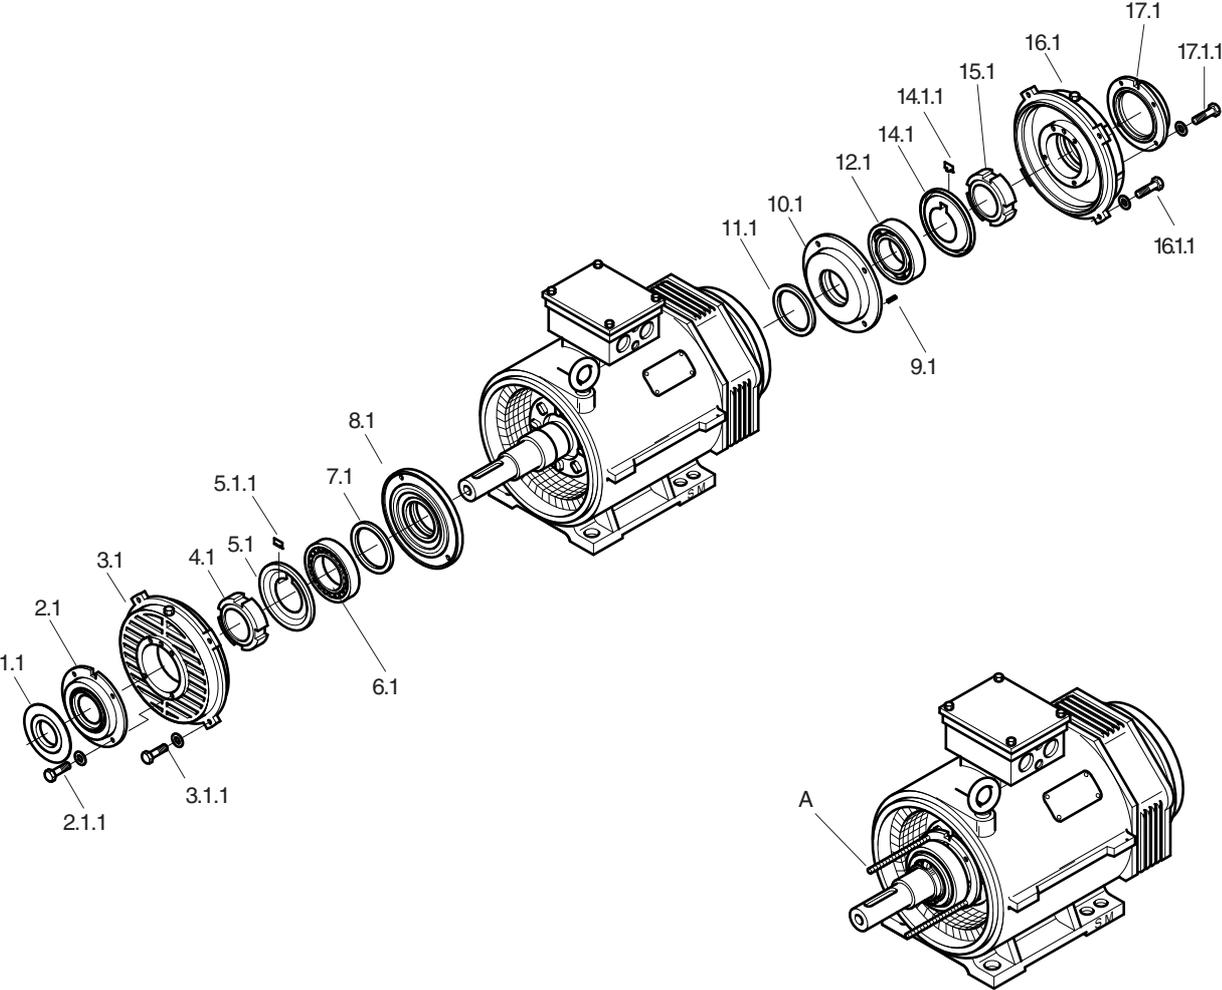

Figure 15: Changement de palier AH355+400
5.6.2 Montage des paliers à billes du côté entraînement et du côté opposé (→ Figure 15) (Pour les roulements à rouleaux côté entraînement, voyez 5.6.4)